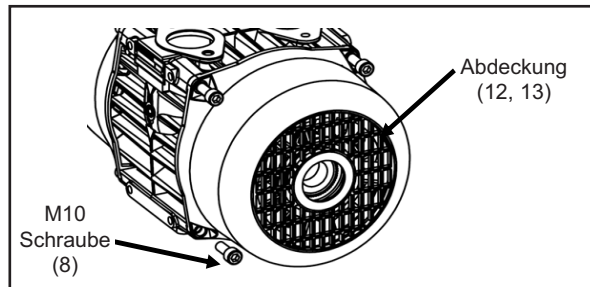

Abb. 11
1. Den Kompressor vom Antriebsmotor trennen und das Wellenpasselement herausnehmen (16).
2. Die vier M10-Schrauben (8) lösen, mit denen die Abdeckung befestigt ist, und die Abdeckung (12 bzw. 13) entfernen ; siehe Abb. 11.